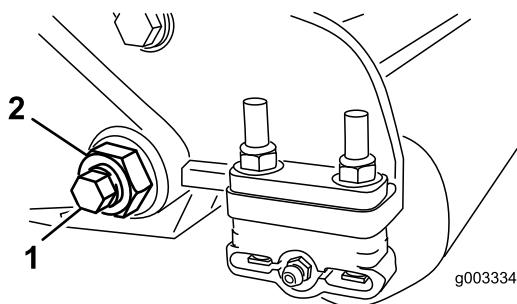
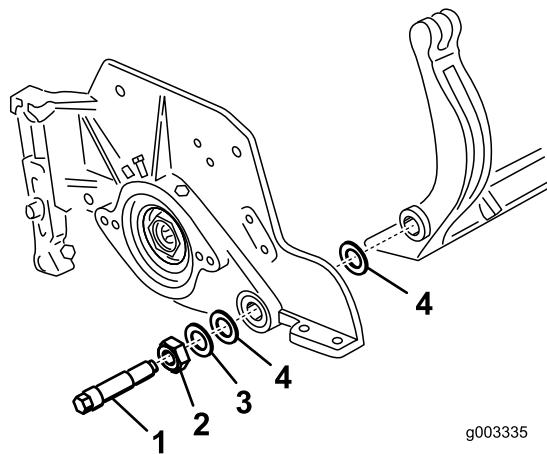

Figure 34
Figure 35
- De chaque côté de la machine, desserrez le contre-écrou de fixation du boulon de la barre d'appui (Figure 34).
- Retirez les boulons de la barre d'appui de façon à pouvoir abaisser la barre et la déposer de la machine (Figure 34). Mettez de côté les 2 rondelles en nylon et la rondelle en acier estampé situées de chaque côté de la barre d'appui (Figure 35).
- Fixez la barre d'appui sur chaque plaque latérale avec les boulons (munis d'écrous) et 6 rondelles. Une rondelle en nylon doit être placée de chaque côté du bossage de la plaque latérale. Placez une rondelle en acier à l'extérieur de chaque rondelle en nylon (Figure 35). Serrez les boulons de la contre-barre à un couple de 37 à 45 Nm. Serrez les contre-écrous jusqu'à ce que les rondelles d'acier extérieures cessent de tourner et que le jeu axial soit supprimé, mais ne serrez pas excessivement et ne faites pas fléchir les plaques latérales. Les rondelles peuvent présenter un espace à l'intérieur.